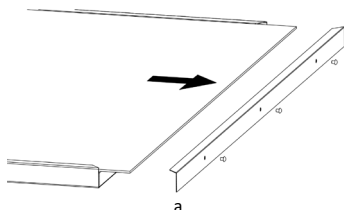

Рисунок 5 — Накладной монтаж светильника Geniled серии Офис, ЛПО.
- 5.4.1. При помощи тонкой отвертки либо другого подходящего подручного инструмента аккуратно извлеките три пластиковые заклепки из съемной боковой крышки. Снимите крышку и извлеките рассеиватель (Рисунок 5, а).
- 5.4.4. Установите светильник на подготовленное место (Рисунок 5, б). Используйте метизы подходящего диаметра (<5мм).
5.5.1. При помощи тонкой отвертки либо другого подходящего подручного инструмента аккуратно извлеките три пластиковые заклепки из съемной боковой крышки. Снимите крышку и извлеките рассеиватель (Рисунок 5, а).